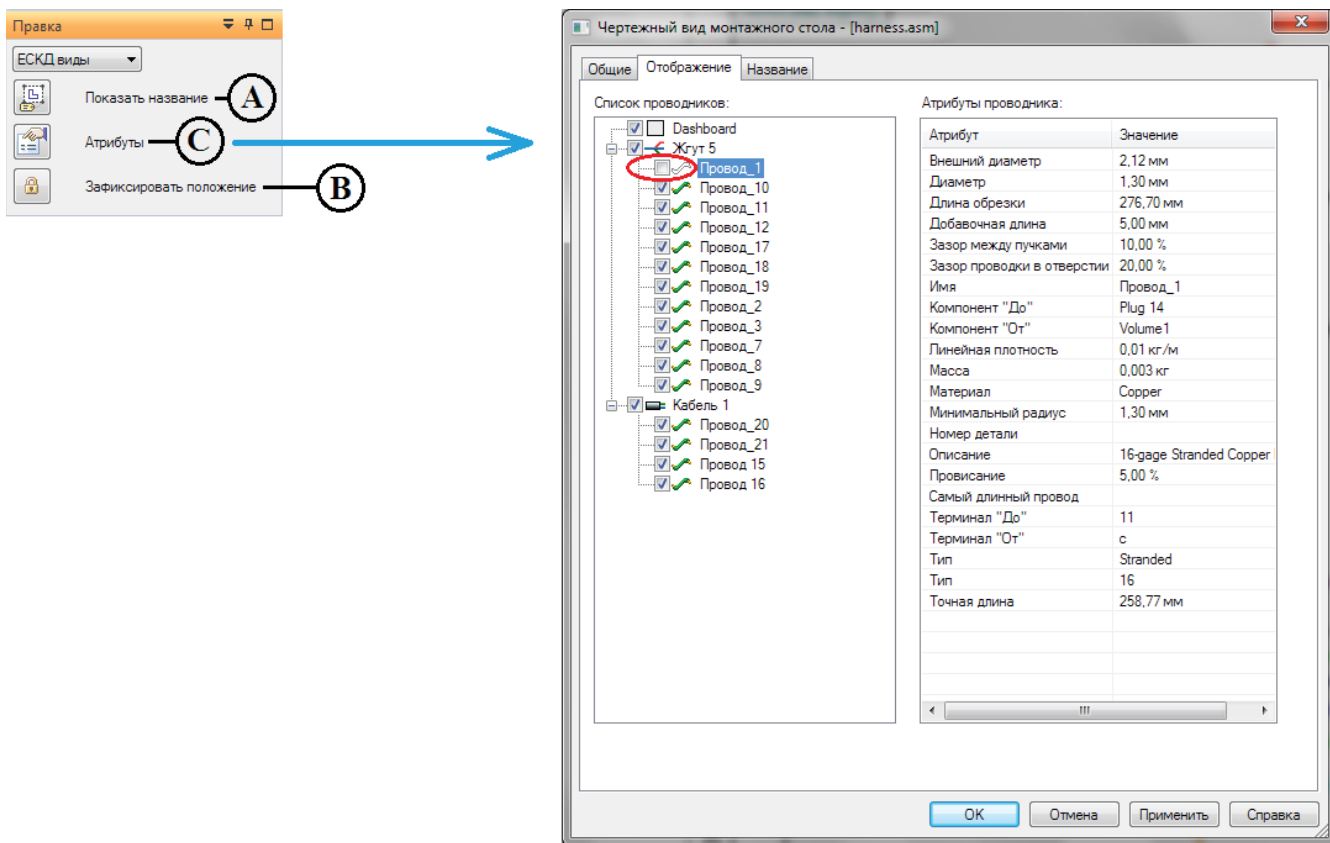

Рис. 2.12.26. Редактирование атрибутов вида монтажного стола
К атрибутам монтажного стола можно обратиться в любой момент, выделив стол в пространстве чертежа щелчком ЛКМ (рис. 2.12.26). С помощью меню команды **Правка** можно скрыть/показать название стола (A), зафиксировать/разблокировать положение стола в пространстве чертежа (B), а также открыть окно атрибутов стола (C), где на закладке **Общие** настраиваются параметры, заданные ранее в окне **Параметры монтажного стола**, на закладке **Отображение** можно посмотреть атрибуты каждого элемента электропроводки и отключить/включить его отображение на столе с помощью флажка слева от наименования (обведено красным), на закладке **Название** – настроить показ имени монтажного стола.